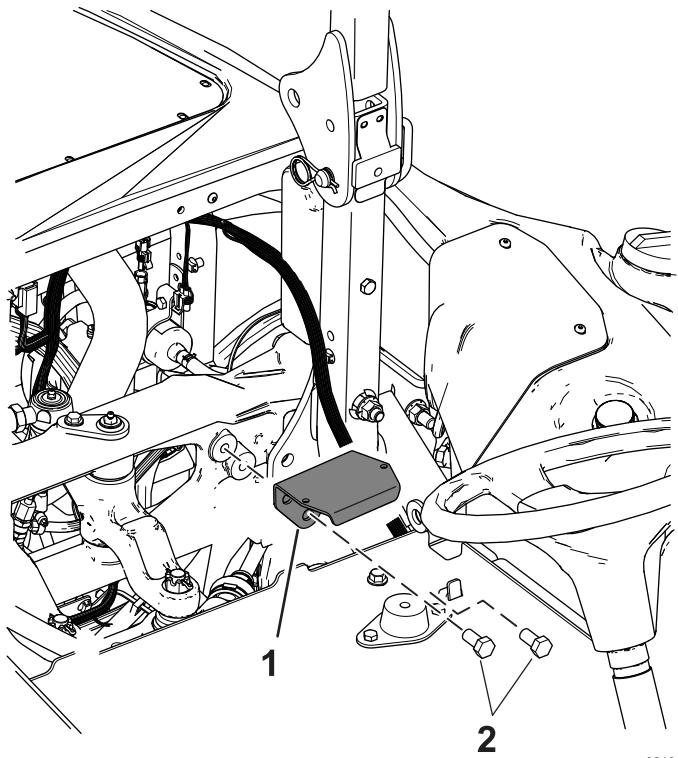

図 3
3. $\frac{1}{2} \times 1"$ 2本を使用する図3を参照。